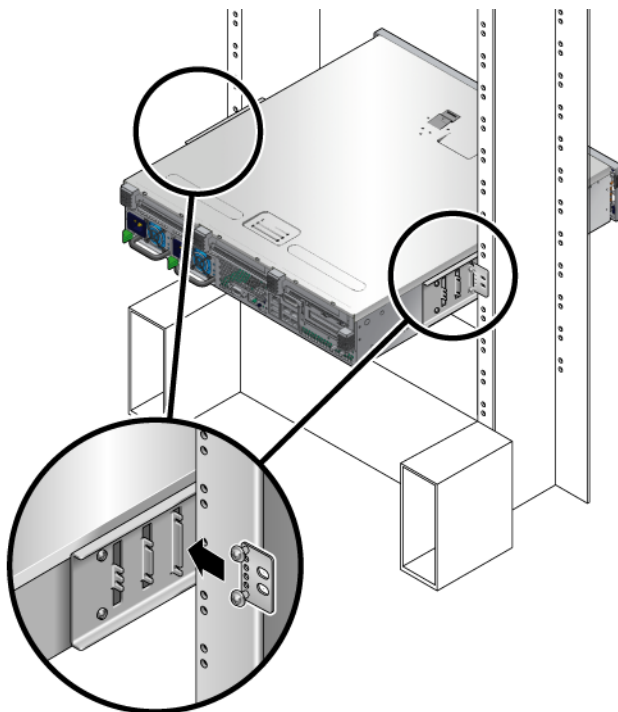

图 4-12 将后板安装到侧托架上
螺丝头应朝向服务器的后部, 后板的另一侧应位于机架柱的前部 (图 4-12)。
- c. 拧紧螺丝以将后板固定到侧托架的眼孔组上（图 4-12）。